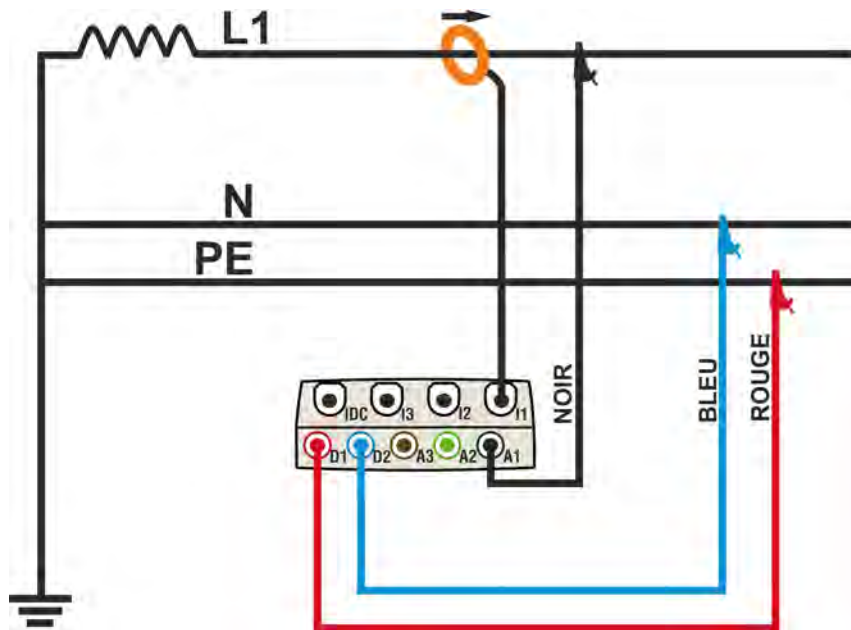

Fig. 165 : Connexion de l'instrument à un système MONO
2. Connecter les câbles de mesure de la tension sur les conducteurs de Phase, Neutre et Terre, selon les couleurs de la Fig. 165.
3. Connecter la pince de courant sur le conducteur de Phase L1 comme il est montré à la Fig. 165 **en respectant le sens de la flèche** présente sur la pince qui indique la direction conventionnelle du courant du générateur vers la charge. **Sur les pages-écrans « Valeurs temps réel », vérifier toujours que la valeur de la Puissance Active P est positive et que le facteur de puissance Pf relatif à la charge est normalement inductif**, avant de démarrer un Engistrement. Tourner la pince de 180° sur le conducteur en cas de valeurs négatives de puissance active.